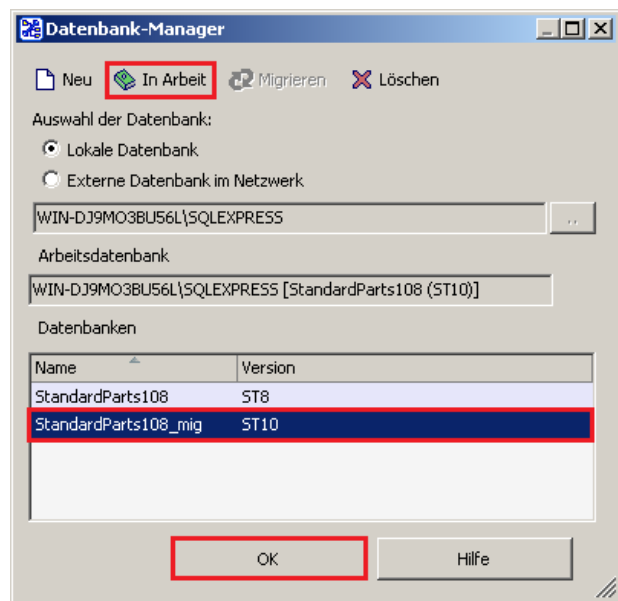

Abbildung 25
- 8.3. Nach Abschluss der Migration sehen Sie in der Spalte „Version“, dass sich der Versionsstand der Datenbank auf die aktuelle Version (hier ST10) geändert hat (Abb. 25).
- 8.4. Wählen Sie die soeben migrierte Datenbank und legen diese mit einem Klick auf den Button „Arbeitsdatenbank“ als solche fest und bestätigen die Änderungen mit einem Klick auf „OK“ (Abb. 25).